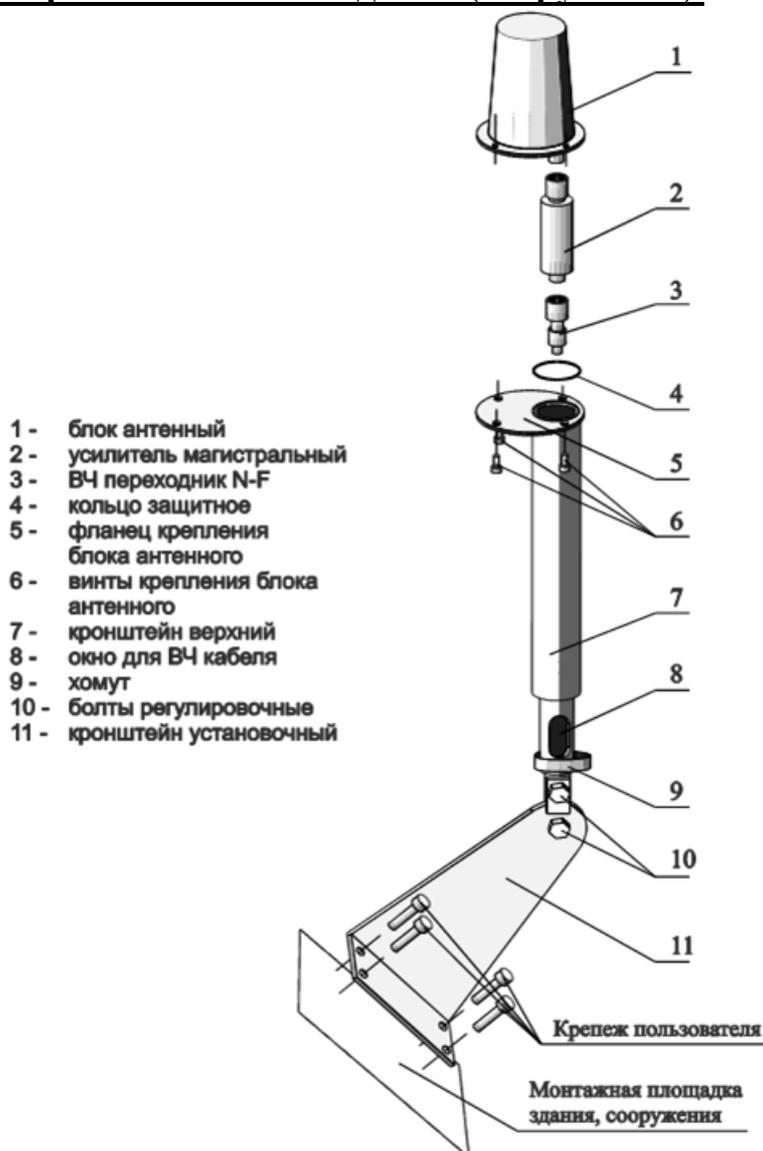

Рис.2. Крепление антенного блока
2.2.3.3. Надежно закрепите кронштейн установочный (см. рис. 2) опоры блока антенного на выбранном согласно требованиям пункта 3.2 настоящей инструкции месте. Ослабьте болты 10 и отрегулируйте положение верхнего кронштейна опоры 7, обеспечив горизонтальную ориентацию фланца 5